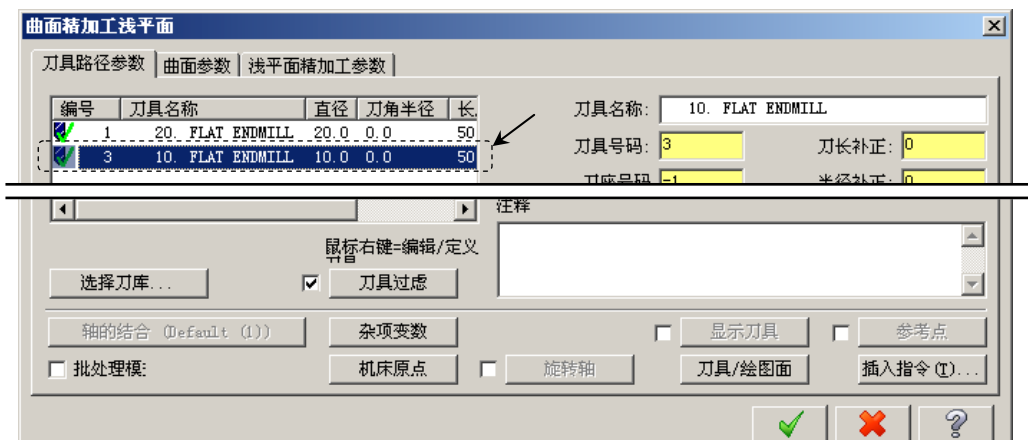

图 22.32 “刀具路径参数”选项卡
Step3. 选择刀具。在“曲面精加工浅平面”对话框中选择图 22.32 所示的刀具。